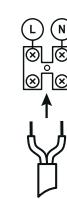

Рис. 2
4. Подключите драйвер LD-40 к электрической сети 230В при помощи клеммного разъема или другим методом допустимым Правилами устройства электроустановок (ПУЭ) (Рис. 2).